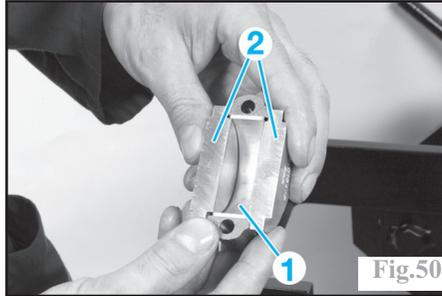

Fig.50
Monter dans leur chapeau, les coussinets (1) huilés suivant la classe déterminée pour chaque maneton. Ils doivent parfaitement être centré sur la bielle et le chapeau. Utiliser pour cela l'outil (2) PSA 0194.P (Fig.50).